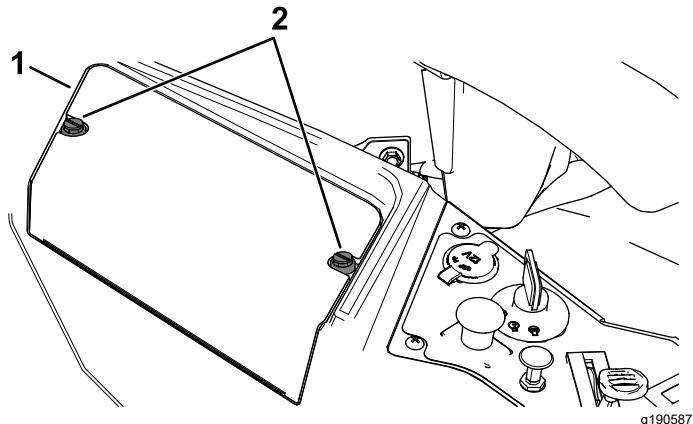

Figura 57
- Afloje las 2 fijaciones en la tapa de la batería 1/4 de vuelta en sentido antihorario y retire la tapa de la batería (Figura 57).
6. Instale la tapa de la batería presionando hacia abajo y apretando las 2 fijaciones en sentido horario (Figura 57).